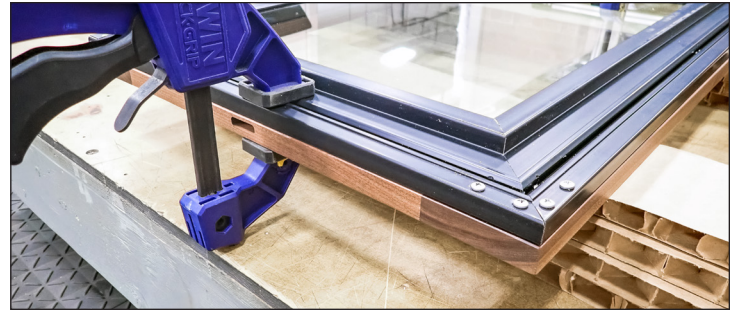

Fig. 6. Assurez-vous que la fente centrale du recouvrement est positionnée en haut de la porte.
4. Placez la porte face vers le bas sur le recouvrement. Ensuite, centrez la porte et le recouvrement. Voir fig. 6.
5. Serrez la porte et le panneau. Voir fig. 6.